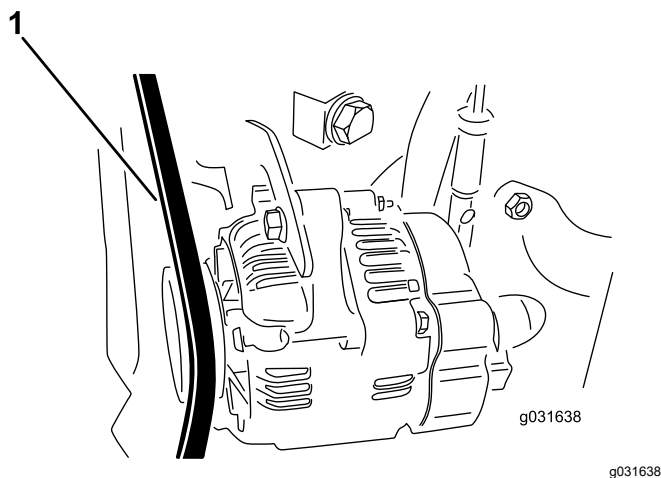

図 59
2. プーリとプーリの間中部でベルトを指で 0.25 kg 程度の力で押して点検する 図 59。